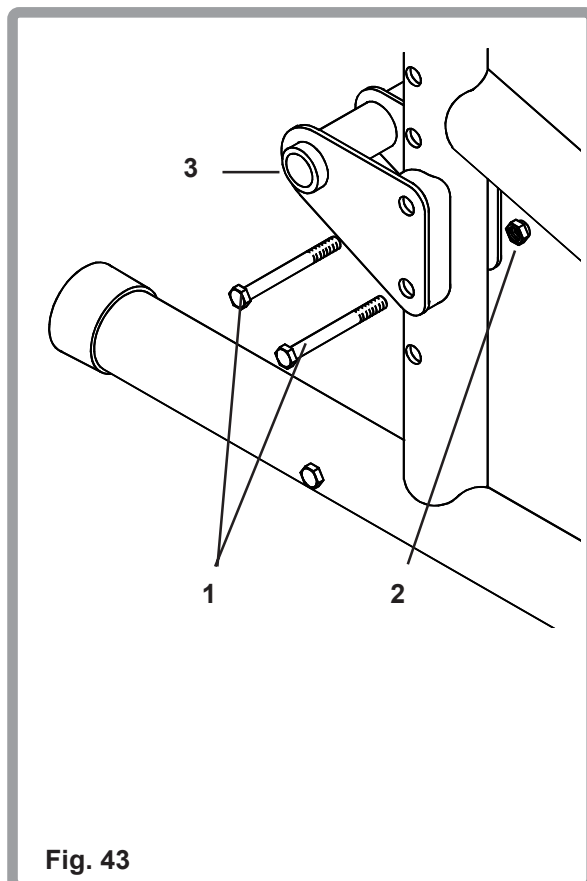

Fig. 43
En la silla de ruedas Zippie TS se puede modificar la altura del eje trasero (Fig. 43). Extraiga los dos pernos (1) y las tuercas correspondientes (2) de la pletina del eje (3). Mueva la pletina hacia arriba o hacia abajo hasta alcanzar la posición deseada, vuelva a colocar los pernos y las tuercas y apriete a una torsión de 8-10Nm con la ayuda de dos llaves inglesas A/F de 10mm.